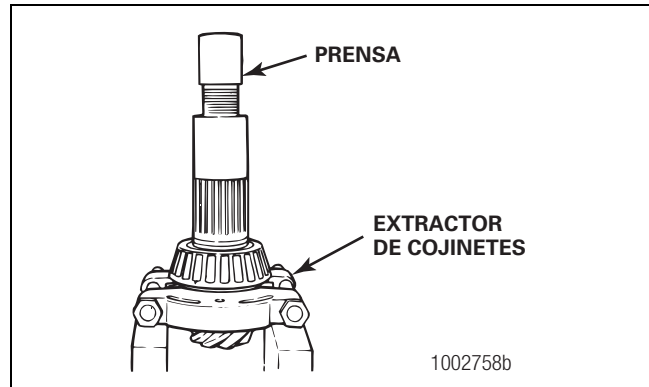

Figura 3.54
4. Si es necesario, retire del piñón de mando el cono interior del cojinete. Coloque un extractor de cojinetes debajo de la pista interior del cono para apoyar el cojinete. Coloque un protector en la parte superior del eje del piñón y presione el piñón de mando hacia fuera del cono del cojinete. Figura 3.54.